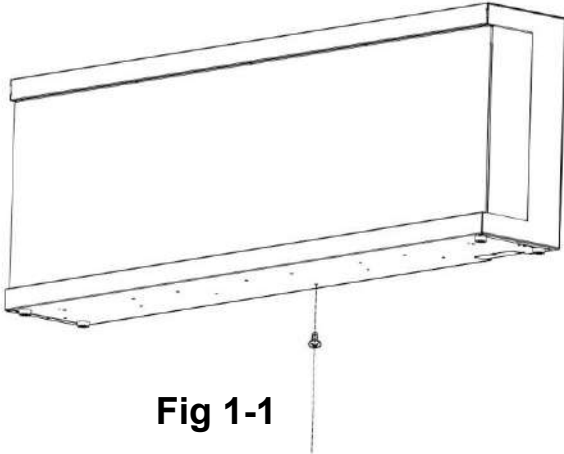

Fig 1-1
A. Retire el tornillo plateado de la parte inferior del dispositivo. (Fig. 1-1). Coloque el tornillo en un lado.